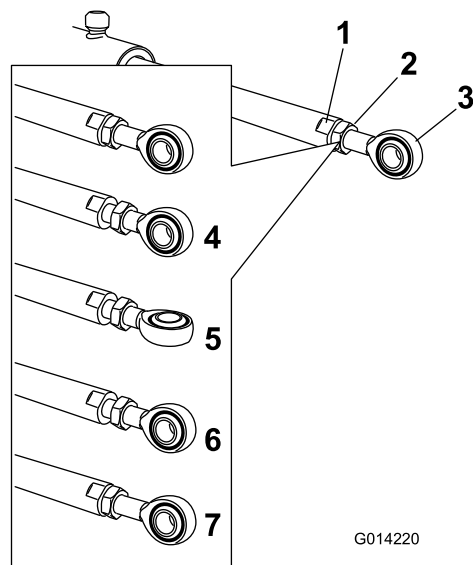

Figura 94
5. Utilizați o cheie pe părțile plate ale tijei dispozitivului de acționare pentru a o imobiliza, apoi slăbiți contrapiulița pentru a permite reglarea tijei cu ureche (Figura 94).
6. Rotiți tija cu ureche în tija dispozitivului de acționare pentru a scurta sau a prelungi dispozitivul de acționare extins în poziția dorită (Figura 94).